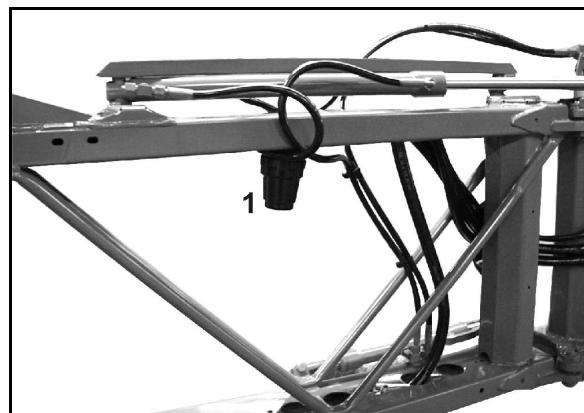

Fig. 161
- Curățați filtrul în conductă (Fig. 161/1) în funcție de condițiile aplicației de lucru la fiecare 3 – 4 luni.